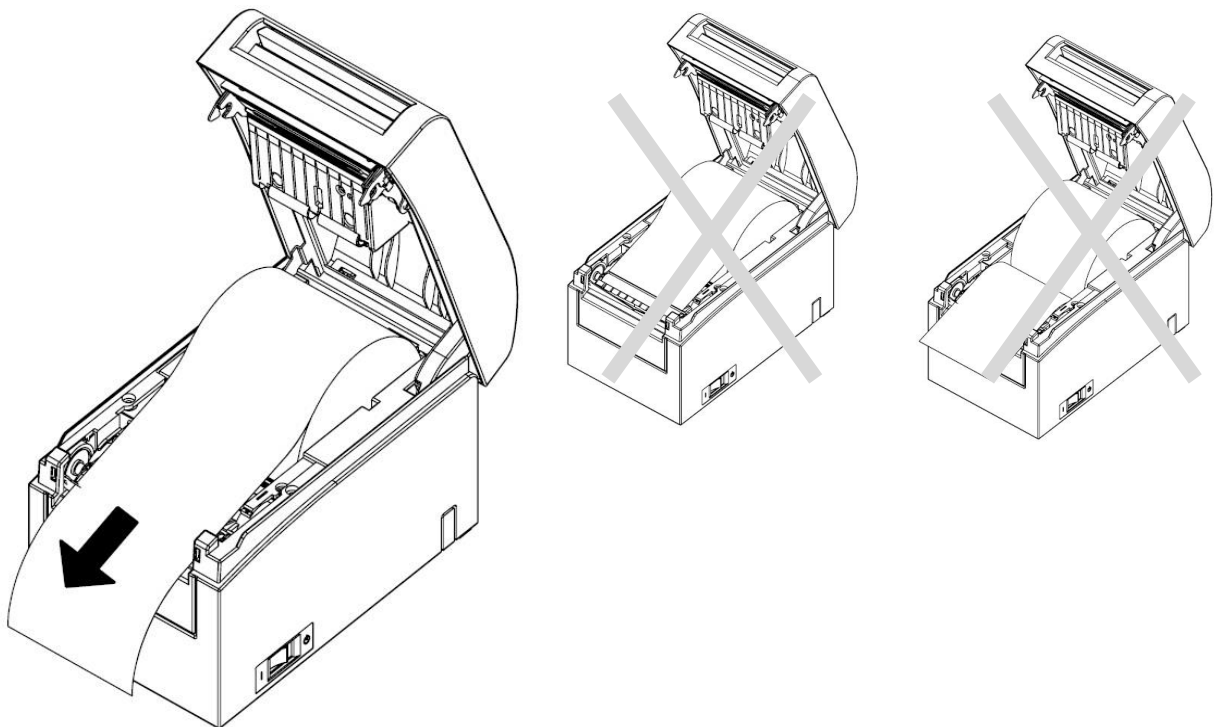

Рисунок 8
- вставте рулон паперу в нішу реєстратора (рисунок 8);